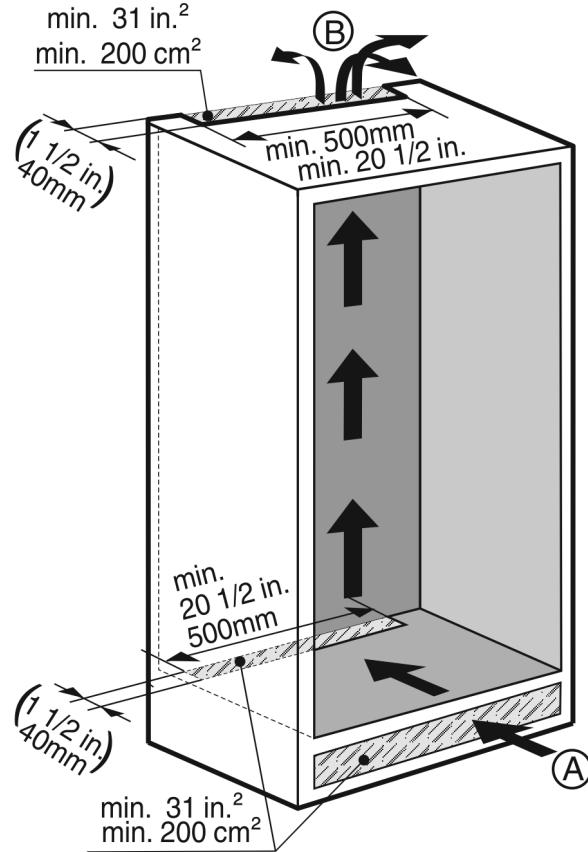

Fig. 6
- Debe haber disponible una sección de ventilación adecuada de al menos 31 in2 (200 cm2) por cada aparato en la toma de aire Fig. 6 (A) y la toma de aire Fig. 6 (B).